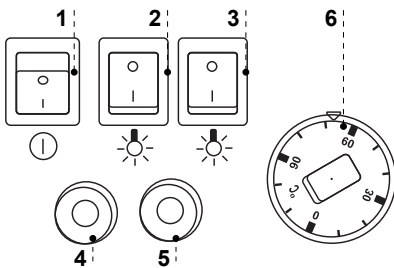
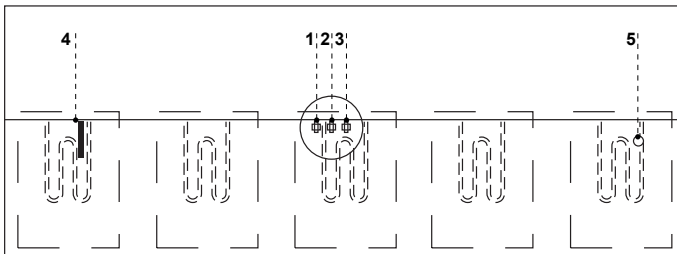

Abb.6 Steuerpaneel
Abb.7 Bain-Marie-Wanne
- Hauptschalter drücken Abb.6/1 (S.16), wodurch die Heizelemente der Bein-Marie-Wanne eingeschaltet wird
- Mit dem Drehschalter der Regelung Abb.6/6 (S.16) die gewünschte Temperatur einstellen
- Schalter für Beleuchtung drücken Abb.6/2;3 (S.16)
Optimale Höhe des zugegossenen Wassers solle mehr als die Höhe (2) Abb.7 (S.16) betragen. Es ist darauf zu achten, dass die Höhe des gegossenen Wassers nicht zu hoch wurde, weil dass zur Verlängerung der Erwärmungszeit führt. Ausserdem kann das Wasser die entsprechende hohe Tempepratur nicht erlangen, und die Heizkörper können dauernd arbeiten, was zu grösserem Stromverbrauch und schnellerem Verschleiss der Heizkörper führt.
Die Bain-Marie ist mit **Wasserhöheregler SPW-4** ausgestattet, der zur Steuerung und Überwachung der Wasserhöhe in der Wanne dient. Der Regler hat die Ton- und Lichtsignalisation (Abb.6/4;5 (S.16)) die zur Darstellung des Bain-Marie-Betriebes dient.
Das Bain-Marie ist mit einer mechanischer Temperaturregelung ausgestattet. Die Temperaturfühler Abb.7/4 (S.16) befindet sich in Bain-Marie-Wanne. Mit dem Drehschalter Abb.6/6 (S.16) für die Temperaturregelung kann die gewünschte Wassertemperatur in der Wanne eingestellt werden, indem der Drehschalter gedreht wird und in einer angemessener Stellung eingestellt wird. Durch das Drehen des Schalters im Uhrzeigersinn wird die eingestellt Temperatur erhöht, und durch das Drehen gegen Uhrzeigersinn wird diese abgemindert. Die Verdrehung des Drehschalters in die Endstellung führt zum Ausschalten der Heizelementen, obwohl die Versorgung eingeschaltet ist.
Die Glühlampen und die IR-Strahler können unabhängig mit den Tasten auf dem Steuerungspaneel Abb.6/2;3 (S.16) eingeschaltet werden.